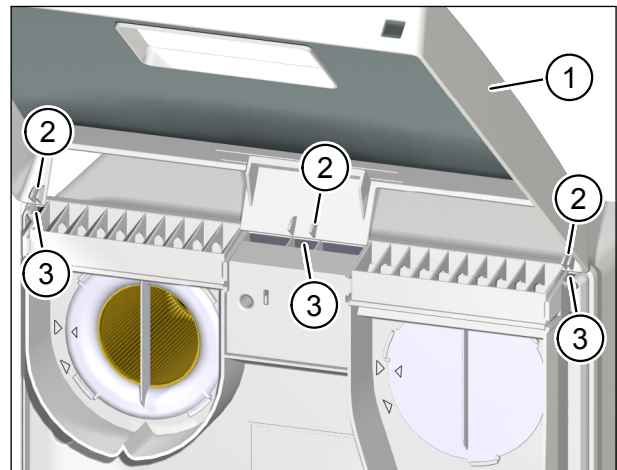

Abb. 14: Deckel auf Lüftungsgerät aufsetzen
- ▶ Fassen Sie den Deckel (Pos. 1 in Abb. 14) des Lüftungsgeräts mit beiden Händen und neigen Sie die Oberkante des Deckels in Richtung Lüftungsgerät.
- ▶ Setzen Sie die Nasen (Pos. 2 in Abb. 14) des Deckels in die Öffnungen (Pos. 3 in Abb. 14) an der Oberseite des Lüftungsgeräts ein.